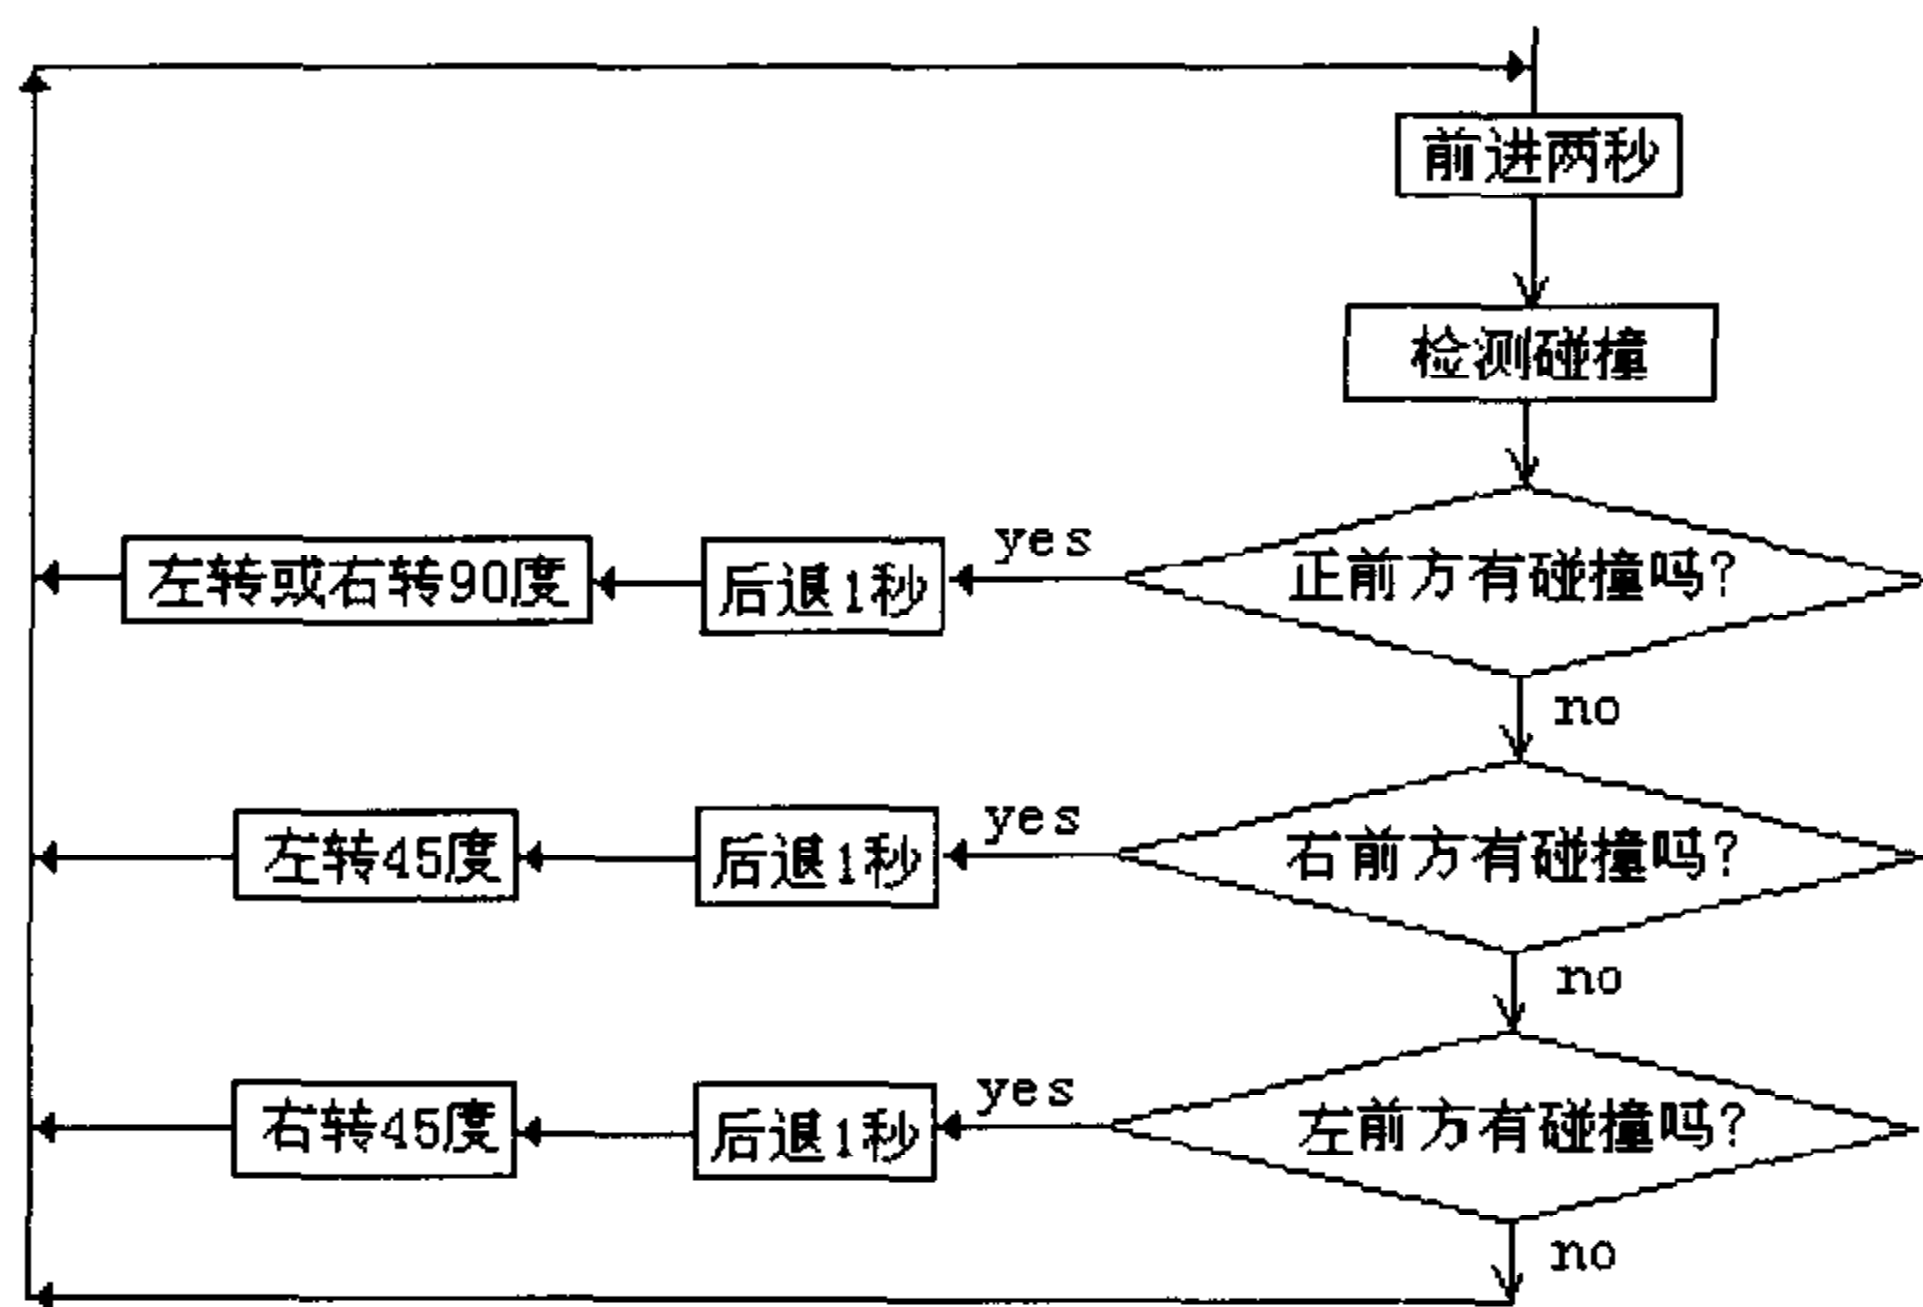

图 3.22 躲开碰撞流程图
7. 要求参照流程图 3.22 所示编写程序，让机器人在前、左前、右前分别遇到碰撞时，躲开碰撞继续前进。